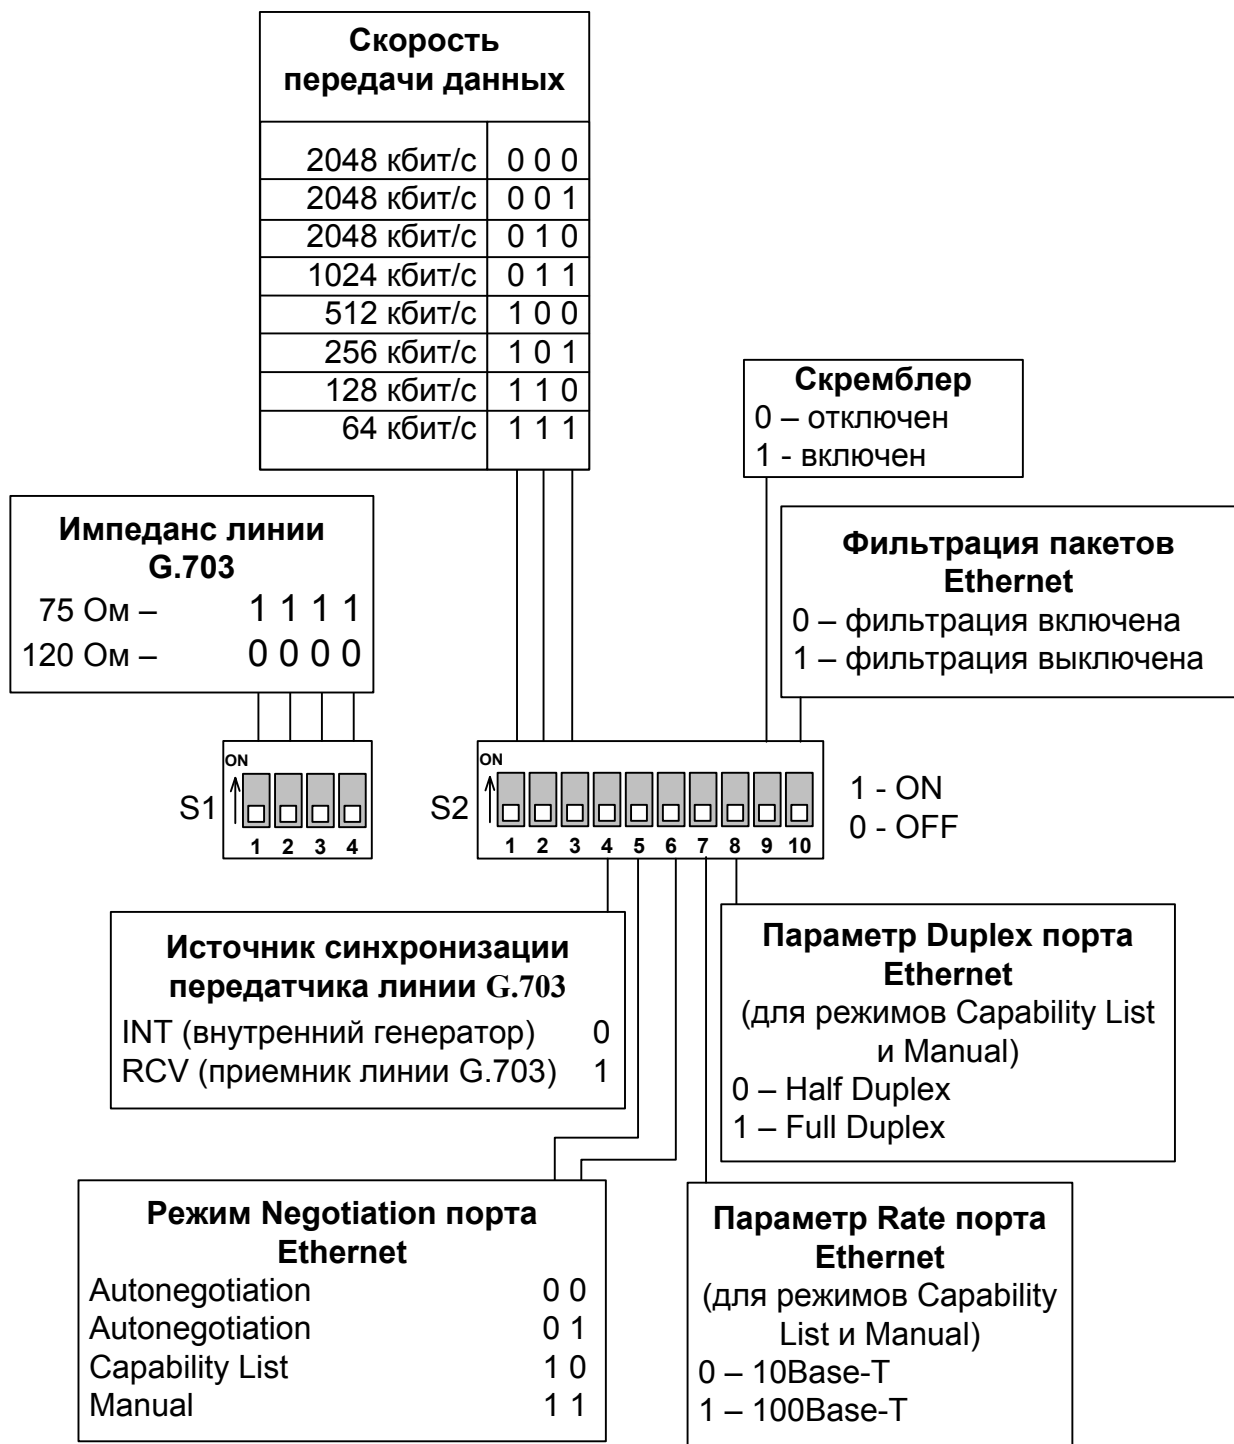

Рис. 4.1-3. Микропереключатели на нижней крышке модема PCM2
*Переключатели S2-1, S2-2, S2-3* используются для задания скорости передачи данных от 64 Кбит/с (переключатели в положении «On») до 2048 кбит/с (см. рис. 4.1-3)